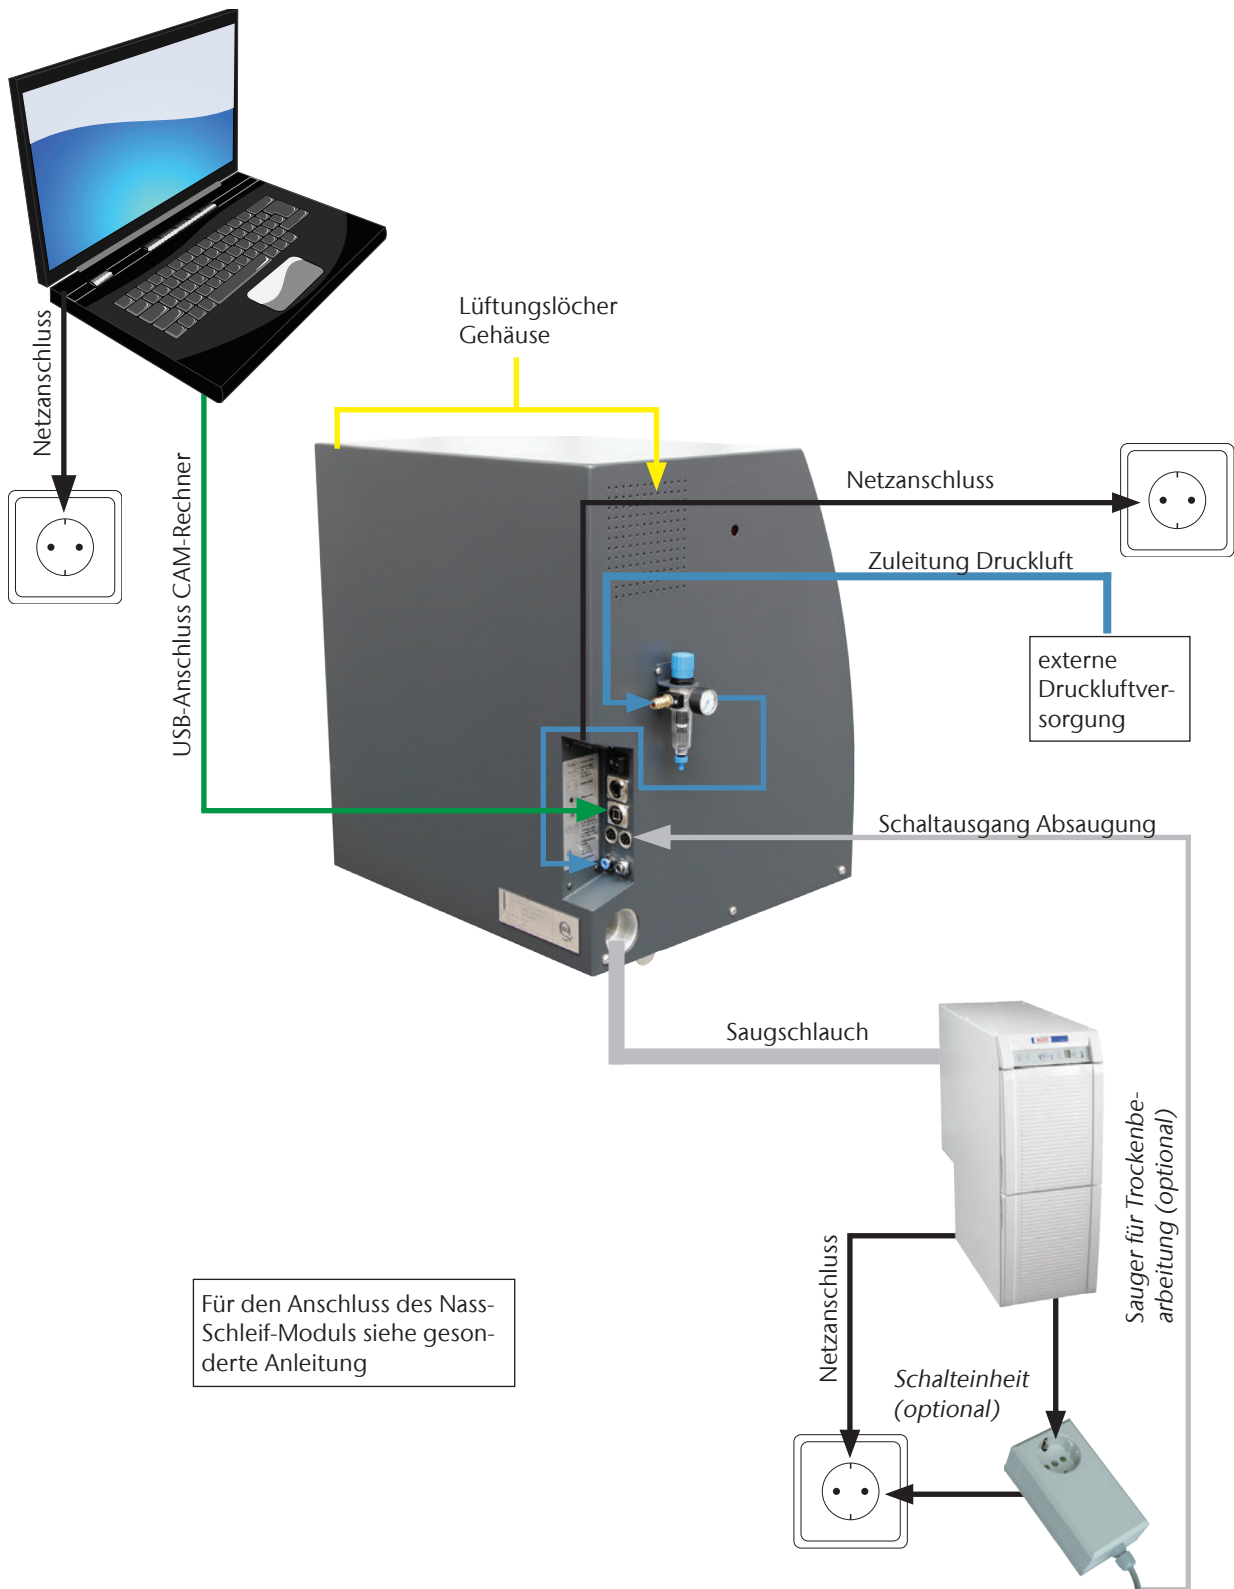

ABBILDUNG 5: ÜBERSICHT MASCHINENANSCHLÜSSE IMPRESSION S-MODELLE
- M2.** Befestigen Sie die Wartungseinheit in aufrechter Position mit den mitgelieferten Zylinderkopfschrauben (siehe Abbildung 5 auf Seite 24).